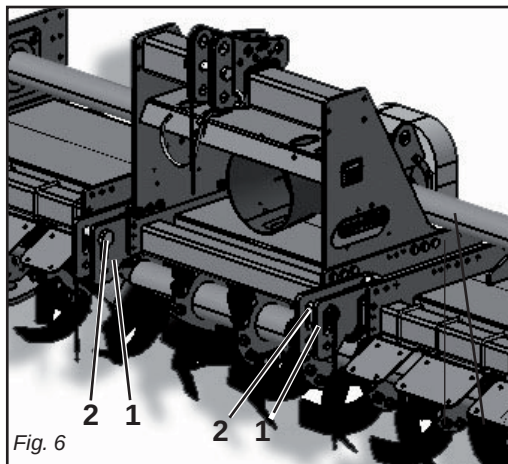

Fig. 6
In base alle dimensioni specifiche di questi 2 tipi di attacchi dei trattori è necessario determinare la posizione più favorevole della macchina spostando opportunamente sul tubo quadro le piastre (1 Fig. 6) e inserendo i perni (2 Fig. 6) nei fori corrispondenti al giusto diametro delle parallele del trattore.
Le piastre (1 Fig. 6) vanno montate sempre e solo come mostrato in Fig. 6 con i fori posizionati anteriormente al tubo quadro.
Depending on the precise dimensions of these two types of hitches, find the best position for the machine by moving the plates (1 Fig. 6) along the square tubular and inserting the pin (2 Fig. 6) in the holes corresponding to the correct diameter for the tractor's parallel arms.
The plates (1 Fig. 6) must always and only be mounted as shown in Fig. 6 with the holes towards the front of the square tubular.
En fonction des dimensions spécifiques de ces deux types d'attaches des tracteurs il faut déterminer la position la plus favorable de la machine en déplaçant, sur le tube carré, les plaques (1 Fig. 6) et introduire les axes (2 Fig. 6) dans les trous correspondant au bon diamètre des parallèles du tracteur.
Les plaques (1 Fig. 6) doivent obligatoirement être montées comme illustré dans la Fig. 6 en utilisant les trous placés à l'avant du tube carré.
Aufgrund der spezifischen Abmessungen dieser beiden Schlepperanschlüsse kann man die günstigste Position der Maschine festlegen, indem man die Platten (1 Abb. 6) auf dem Vierkantrrohr verschiebt und die Bolzen (2 Abb. 6) in die entsprechenden Bohrungen mit dem richtigen Durchmesser auf dem Schleppergestänge einsteckt.
Die Platten (1 Abb. 6) dürfen nur und ausschließlich so montiert werden, wie es in Abb. 6 gezeigt ist, nämlich mit den Bohrungen, die vor dem Vierkantrrohr angeordnet sind. Der Hersteller haftet nicht für die Beschädigung der Maschine oder des Schleppers infolge der Nichtbeachtung dieser Angabe.
En relación a las dimensiones específicas de estos dos tipos de enganche de los tractores hace falta determinar la posición más favorable de la máquina desplazando oportunamente en el tubo cuadrado las placas (1 Fig. 6) e introduciendo los pernos (2 Fig. 6) en los orificios correspondientes al correcto diámetro de las paralelas del tractor.
Las placas (1 Fig. 6) deben ser montadas siempre y solamente según lo indicado en la Fig. 6 con los orificios posicionados delante del tubo cuadrado. La firma constructora no es responsable de rupturas en la máquina o en el tractor originadas por falta de respeto de esta indicación.
- 1 - Accostare le parallele del sollevatore ponendole all'interno delle piastre (1 Fig. 6), inserire il perno (2 Fig. 6) nel foro predisposto e bloccare con le copiglie a scatto.
- 1 - *Near the lift bars, setting them in the most suitable plates (1 Fig. 6). Insert the pin (2 Fig. 6) into the relative hole and lock in place with the snap-in split pins.*
- 1 - *Approchez les barres du relevage en les plaçant à l'intérieur des plaques les plus appropriées (1 Fig. 6), introduisez l'axe (2 Fig. 6) dans le trou correspondant et bloquez par les goupilles à encastrement.*
- 1 - Acercar las barras del elevador poniéndolas dentro de las placas más indicadas (1 Fig. 6), introducir el perno (2 Fig. 6) en el orificio y bloquear con los pasadores de resorte.
- 1 - Die Lenker des Krafthebers annähern und in die am besten geeigneten Platten schieben (1 Abb. 6). Den Bolzen (2 Abb. 6) in das Loch stecken und mit dem einrastenden Splint blockieren.